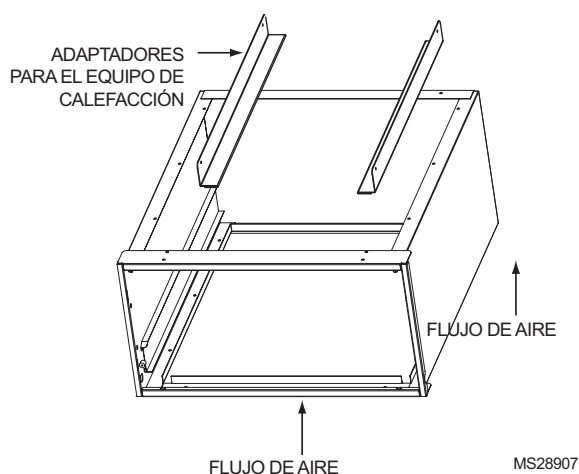

Fig. 9. Uso de los adaptadores para el equipo de calefacción.
- Se incluyen adaptadores para el equipo de calefacción, para mayor conveniencia del instalador. Están diseñados para instalaciones de montaje en la parte superior o inferior (ver Fig. 9).